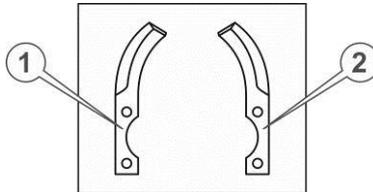

Рисунок 11. – Ножи ґрунтофрези
2. Взяти з комплекту ґрунтофрези по одному лівому і правому ножу (див. рисунок 11)
3. Притулити приготовані ножи (наприклад, поз. 2 та поз. 3 на рисунок 11.) до кріпильного квадрата маточини уздовж двох суміжних сторін цього квадрата у такий спосіб, щоб квадрат опинився всередині загинів ножів, загострені частини ножів були спрямовані в напрямку обертання (як зазначено стрілкою на рисунок 11.), кріпильні отвори ножів збіглися з отворами квадрата, водночас кінцевий отвір одного ножа (поз. 3) збігся із серединним отвором іншого ножа (поз. 2). Утримуючи ножи в такому положенні, вставити в отвір болт, надіти шайби та наживити гайку.